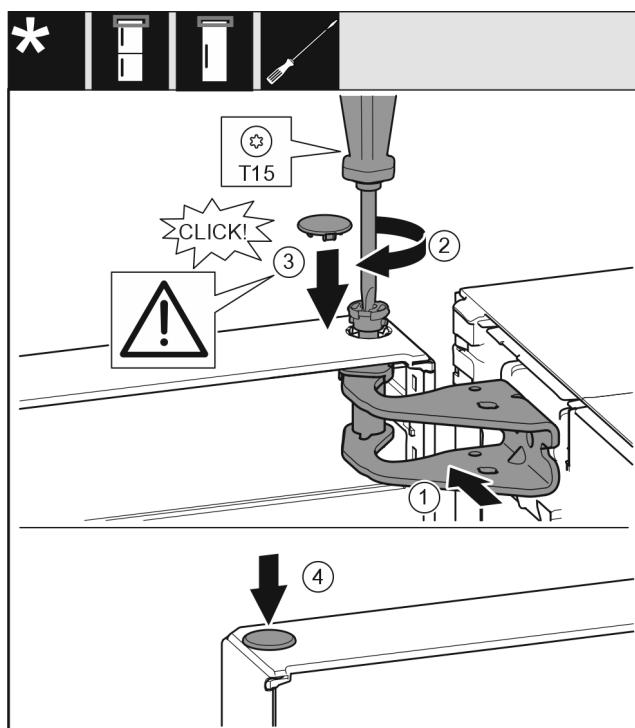

Fig. 19
- Ευθυγραμμίστε την πόρτα επάνω με το άνοιγμα στο στήριγμα. Fig. 19 (1)
- Τοποθετήστε τον πείρο και σφίξτε με κατσαβίδι T15. Fig. 19 (2)
- Τοποθετήστε το κάλυμμα ασφάλισης για την ασφάλιση της πόρτας: Τοποθετήστε το κάλυμμα ασφάλισης και ελέγχετε εάν εφαρμόζει στην πόρτα. Διαφορετικά, τοποθετήστε ολόκληρο τον πείρο. Fig. 19 (3)
- Τοποθετήστε την τάπα. Fig. 19 (4)